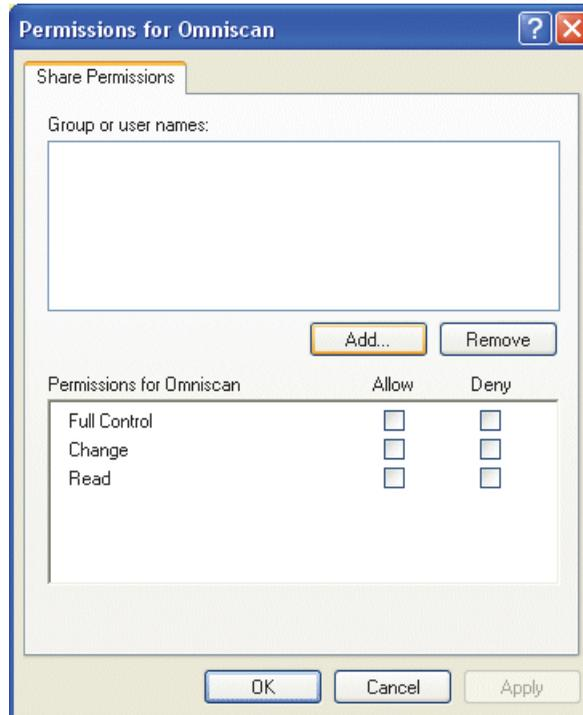

Abbildung 7-15 Dialogfeld Berechtigungen für Omniscan (Windows XP)
7. Klicken Sie im Dialogfeld **Berechtigungen für Omniscan** auf **Hinzufügen** (siehe Abbildung 7-15 auf Seite 229).